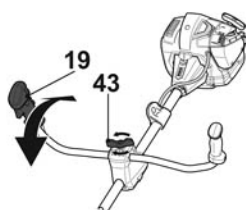

Fig. 18
- > Afloje la perilla plástica [43] y ajuste el ángulo (Fig. 18).